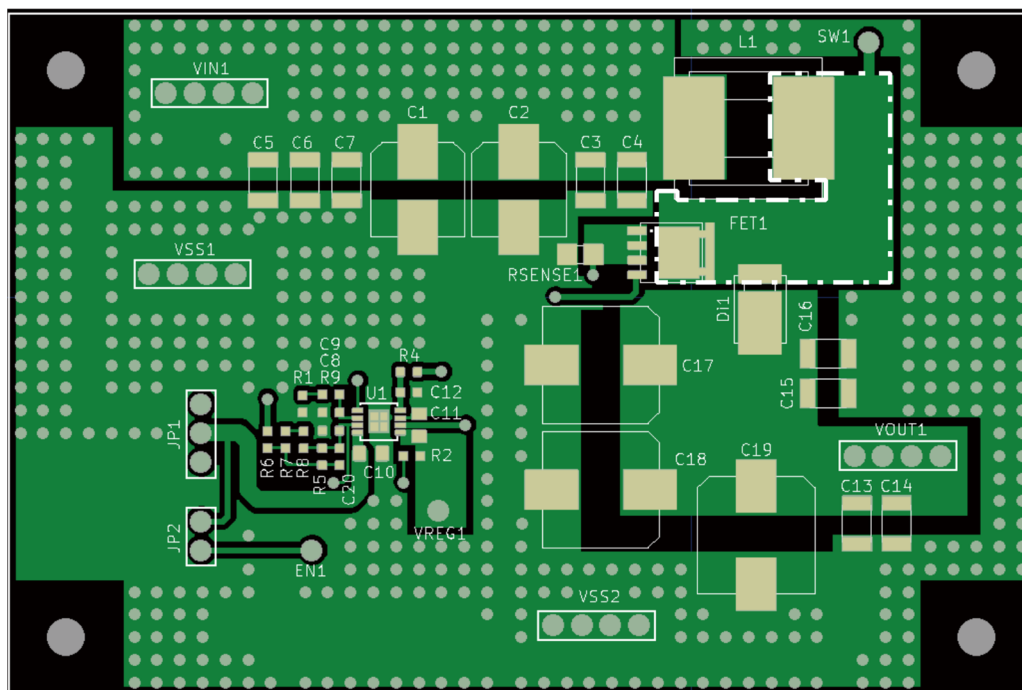

図7 TOPレイヤー (1層目)
- ・高周波放射ノイズを低減するためSWの配線面積 ("図7 TOPレイヤー (1層目)" の破線で示した領域) をできるだけ小さくしてください。
- ・渦電流による損失を避けるためインダクタ (L) の裏面の銅箔はすべてなくしてください。